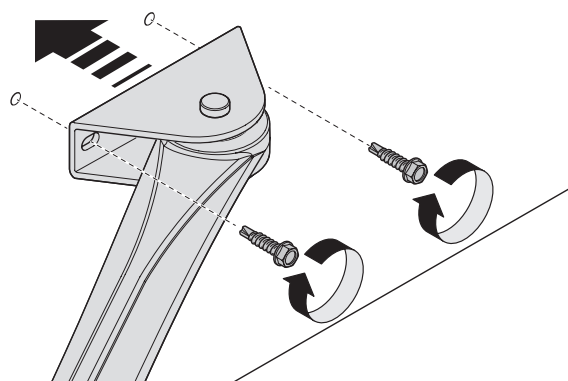

Fig. 11
03. Fixar o suporte à parte sólida da folha do portão **fig. 11**.